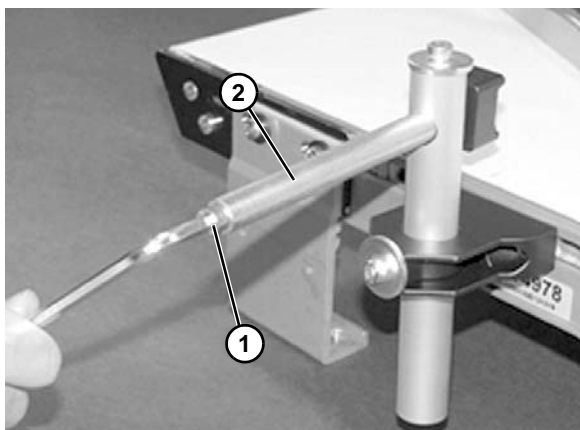
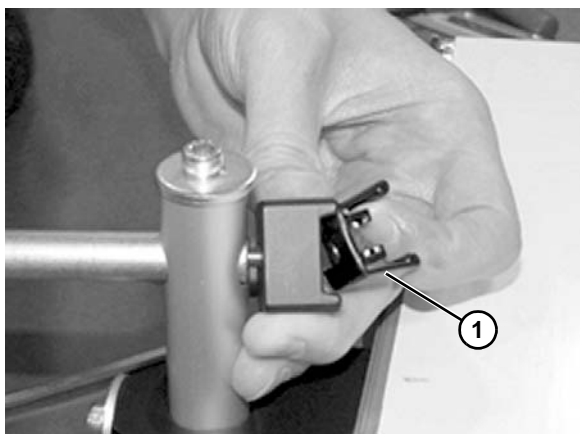
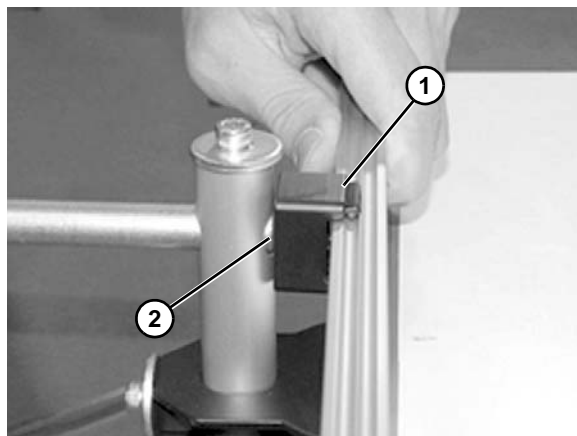

Figura 37
Figura 38
Figura 40
3. Afloje el tornillo (Figura 37, artículo 1) en el extremo del eje (Figura 37, artículo 2) para quitar la grapa (Figura 38, artículo 1).
5. Vuelva a montar la grapa (Figura 40, artículo 1) y únala al eje (Figura 40, artículo 2). Apriete el tornillo (Figura 37, artículo 1) en el extremo del eje.